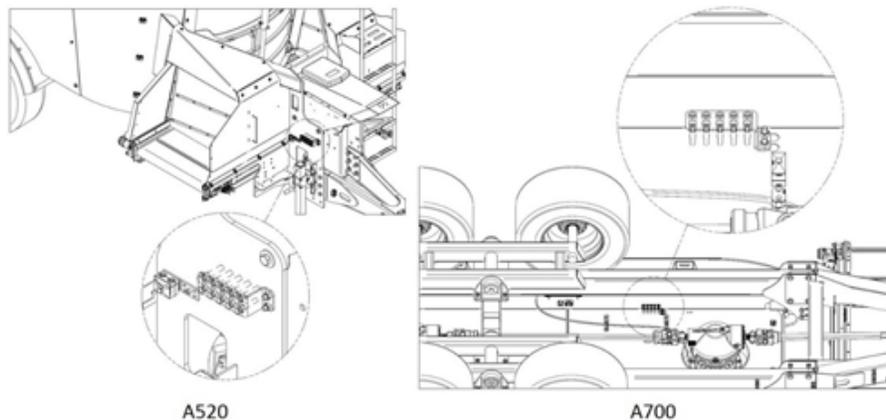

Figure 43 — Emplacement des boulons de sécurité sur les SMARTMIX A520 et A700
3. Installez un nouveau boulon (disponible sur le support des boulons de rechange) (Figure 43) (voir le Tableau 19 — Boulons de cisaillement de la prise de force (PTO) à l'Annexe A —
3. Installez un nouveau boulon (disponible sur le support des boulons de rechange) (Figure 43) (voir le Tableau 19 — Boulons de cisaillement de la prise de force (PTO) à l'Annexe A — Tableaux résumés de l'entretien des SMARTMIX" à la page 139) pour connaître le type de boulon de cisaillement à utiliser en fonction de votre modèle de mélangeur).